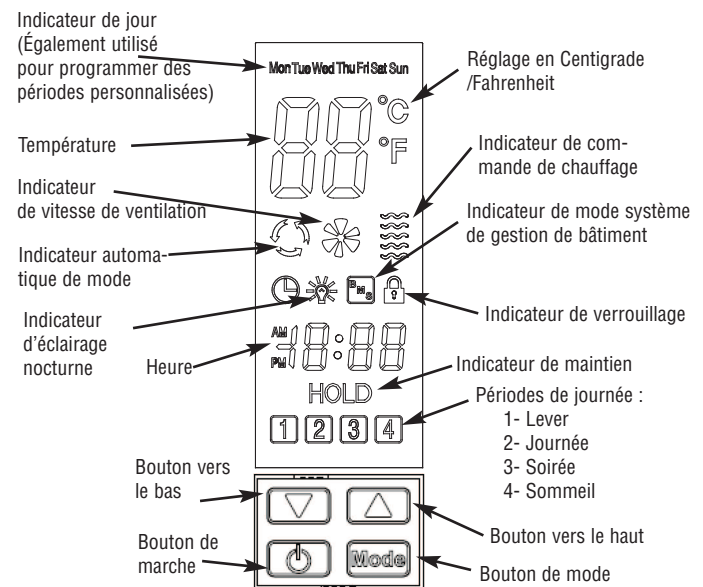

Figure 6 – Panneau de commandes
1. Ouvrez l'alimentation électrique au panneau principal en amont. Quand le radiateur est mis en marche pour la première fois, un bip sonore est émis pendant une seconde et pendant trois secondes toutes les icônes sont affichées à pleine luminosité et le bouton POWER en bleu à demi-luminosité, puis l'unité passe en mode d'arrêt (OFF). Dans cet état d'arrêt, seul le bouton POWER est allumé en orange à demi-luminosité, et tout le reste des boutons et icônes sont éteints. Dans cet état si le bouton POWER est touché, tous les 4 boutons s'allument, en indiquant que le radiateur est en marche (ON) et que le panneau de commandes est activé. Voyez la Figure 6 pour les détails de disposition du panneau de commandes.